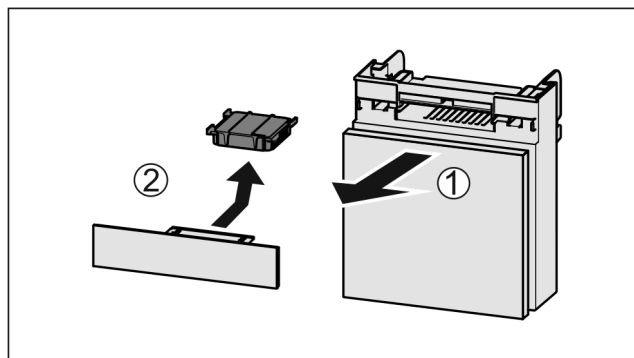

Fig. 82
- Estrarre il vano tirando in avanti Fig. 82 (1).
- Rimuovere il filtro a carboni attivi Fig. 82 (2).